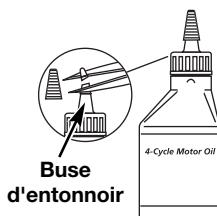

Fig. 7
1. Dévissez le bouchon de la bouteille d'huile et retirez le papier couvrant l'ouverture. Replacez le bouchon. Coupez la pointe de la buse de l'entonnoir (Fig. 7).